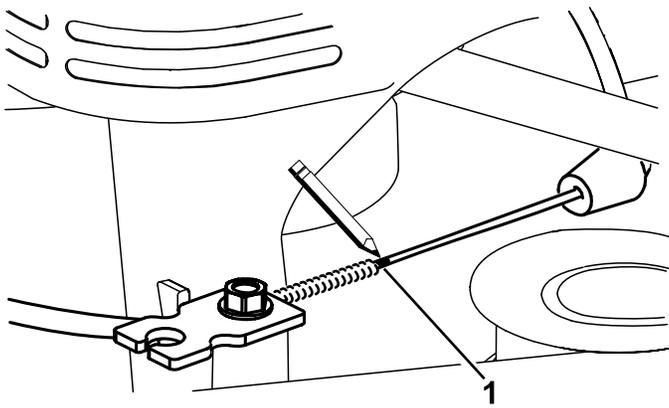
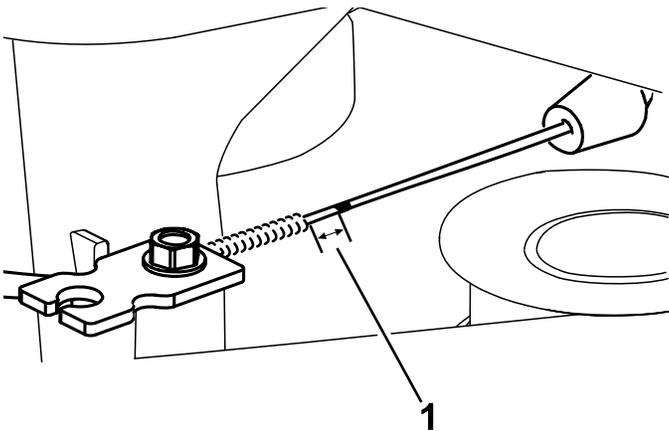

Figura 49
Figura 50
7. Marque a braçadeira de cabos (Figura 49) e, em seguida, ajuste a manga até que exista, aproximadamente, 3 mm de folga (Figura 50).